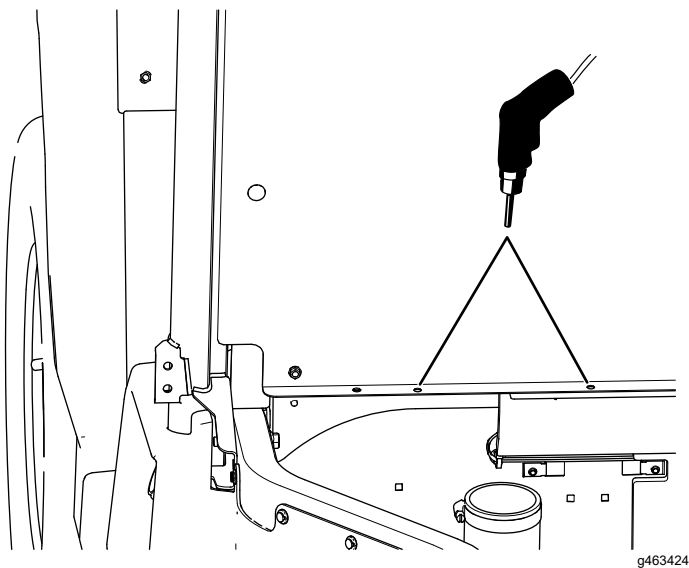

Figure 64
- D. Déplacez le capot d'admission CVT et percez les 2 trous (11/32 po) dans le panneau du siège (Figure 64).